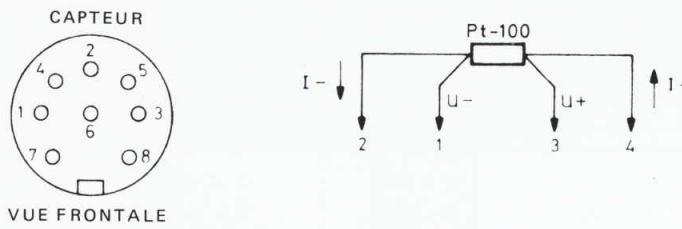

Fig. 16. Connexion de l'entrée PROBE (capteur) ( $^{\circ}$ C)
- Dans la fonction  $^{\circ}$ C, le capteur Pt-100 PM 9249 peut être utilisé. Pour la connexion d'un élément Pt-100, voyez la figure 16.